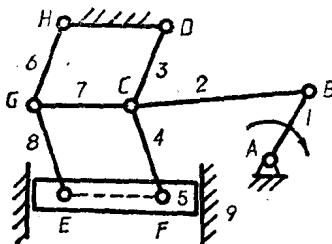

图 2-1
3) 如果在机构的运动过程中，某两构件上的两点之间的距离始终保持不变，那末，如在此两点之间以两个转动副联上一个构件，则因此而带入的一个约束也必为虚约束。除教材中举的例子外，例如在图2-1所示的剪床机构中，由于C、G两点间的距离，在机构运动过程中，始终保持不变，所以，如果在C、G两点间用两个转动副联入一构件7，则因此而带入的一个约束，便是虚约束。